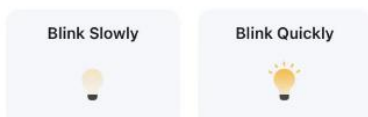

Bild 5
- 2) Tryck på "Confirm the indicator is blinking" i bild 4. I bild 5 visas en fråga om att välja status för indikatorlampan. Tryck på "Blink Quickly".
- 2) Tryck på "Confirm the indicator is blinking" i bild 4. I bild 5 visas en fråga om att välja status för indikatorlampan. Tryck på "Blink slowly".